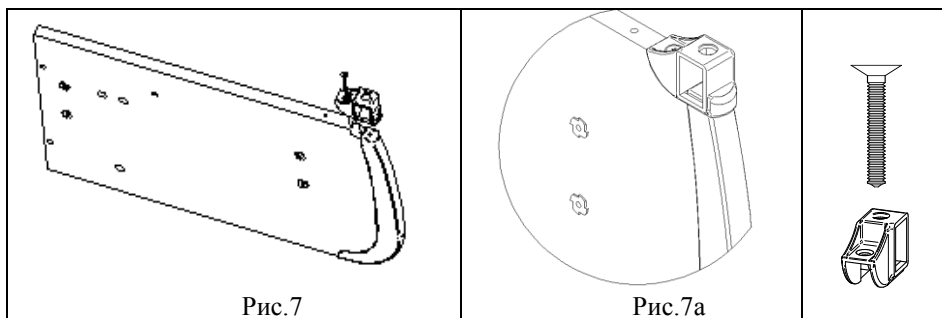

Рис.7
5.1.3.2 На сборку по п. 5.1.3.1 установить опору (поз.1, пакет № 72а) и закрепить при помощи винта самонарезающего (поз.10, пакет №75а), см. рис.7.
Внимание! Опору нужно установить так, чтобы прямоугольное отверстие в нем находилось на одной стороне с гайками М5 (см. рис. 7а)
Рис.7а